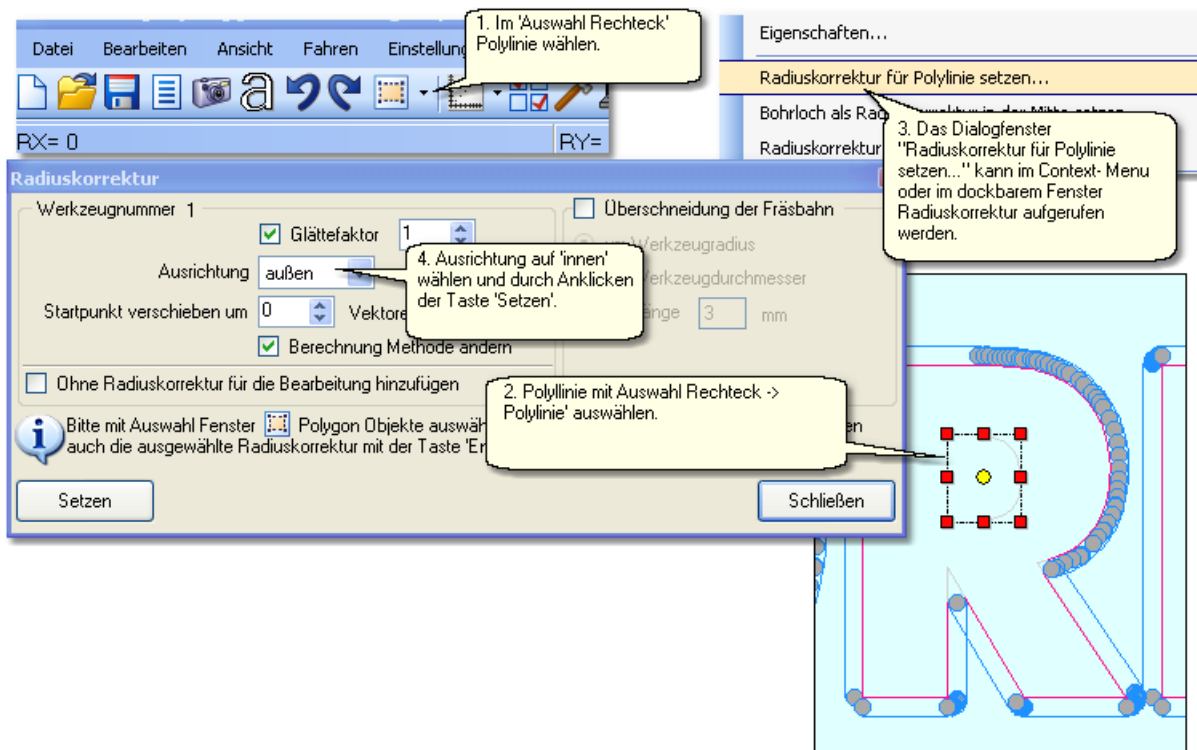

Abbildung 8: Neue Radiuskorrektur wird gesetzt.
- Nachdem die beiden Radiuskorrektur- Bahnen entfernt wurden, werden neue Radiuskorrektur- Bahnen mit der Funktion 'Radiuskorrektur für Polylinie setzen...' gesetzt (siehe Abbildung 8).